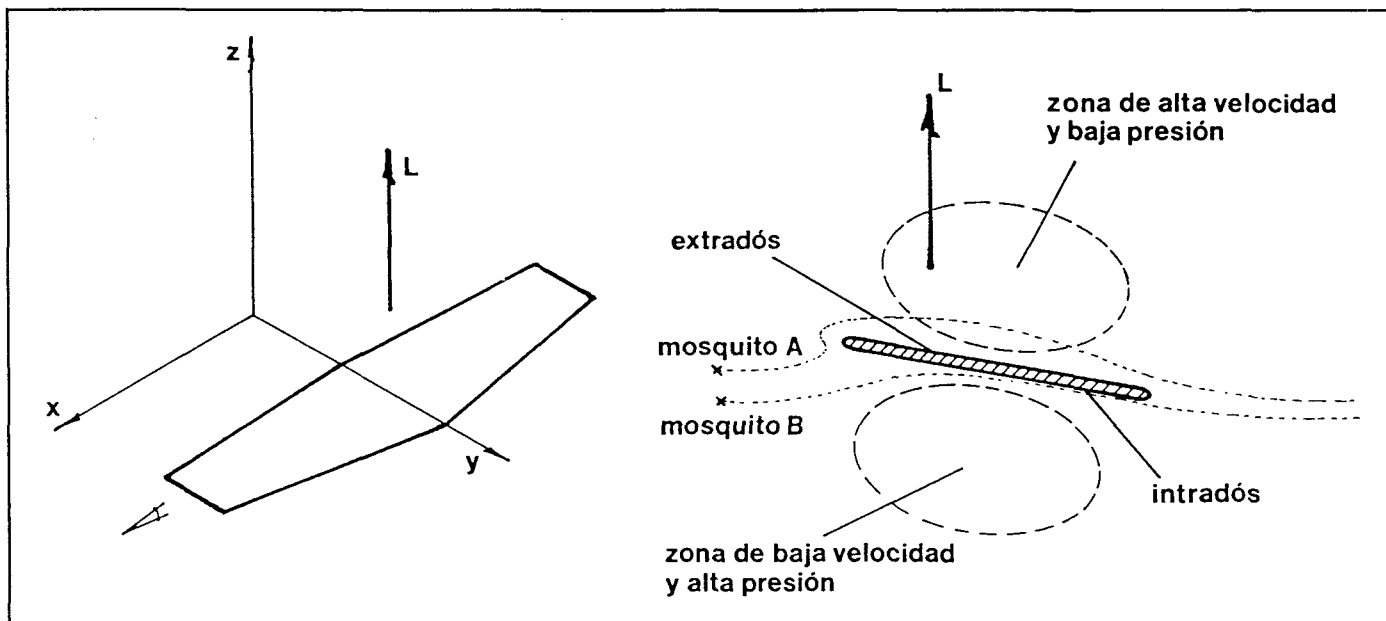

FIGURA 1.- Generación de la fuerza sustentadora sobre un ala que viaja a través de un fluido.
Supongamos que somos capaces de viajar a la velocidad de un ala y la miramos desde uno de sus lados (ver Figura 1). En este caso sólo veríamos su perfil. Supongamos ahora también que ese ala pasa entre dos mosquitos que están quietos en el aire y separados una distancia del orden del grosor del ala. Para nosotros, como nos movemos con el ala, los mosquitos no estarían quietos sino que se moverían y describirían sendas trayectorias, marcadas en trazo discontinuo en la figura 1. Se ve como la trayectoria del mosquito A (el que pasa por la parte de arriba o extradós del ala), es distinta a la del mosquito B (parte inferior, intradós).
que la suma de ambas siga siendo constante. Así pues, en la zona del extradós la presión es menor que en el intradós. Esta diferencia de presión entre las caras del ala genera la fuerza sustentadora, representada en la figura 1 por el símbolo (L). No ha sido tan difícil, ¿verdad?.